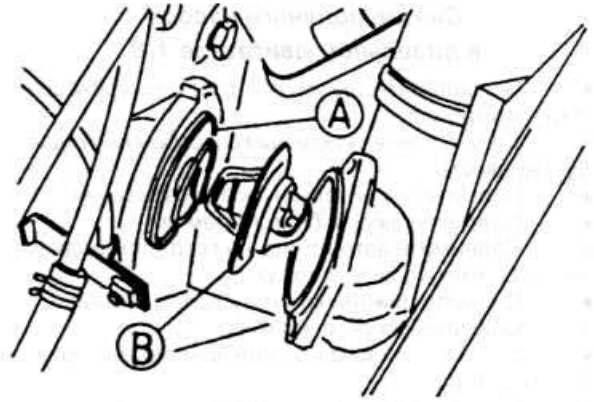

Рис. 2.95
- ♦ Отвинтите крышку и выньте термостат (рис. 2.95).